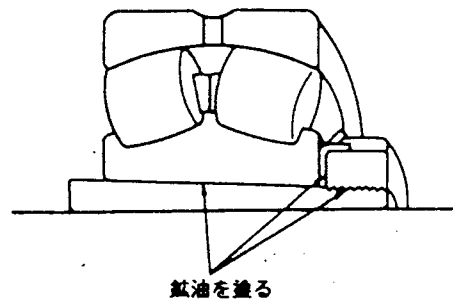

図6
(1) アダプタスリーブのテーパ部、ねじ部及びナットの面取り側には、粘度の高い鉱油を薄く塗しておく(図6参照)。特に大形品の場合には、ペースト状の二硫化モリブデンを塗布して圧入するとかじりを防止し、また取外しのときにも比較的簡単に取り外しができる。なお軸及びスリーブの内径面は、清浄なウエスで油を拭き取る。
(2) アダプタは軸受の寸法表に記載されているL、C又はC₁寸法を考慮し、所定の位置に装着する。